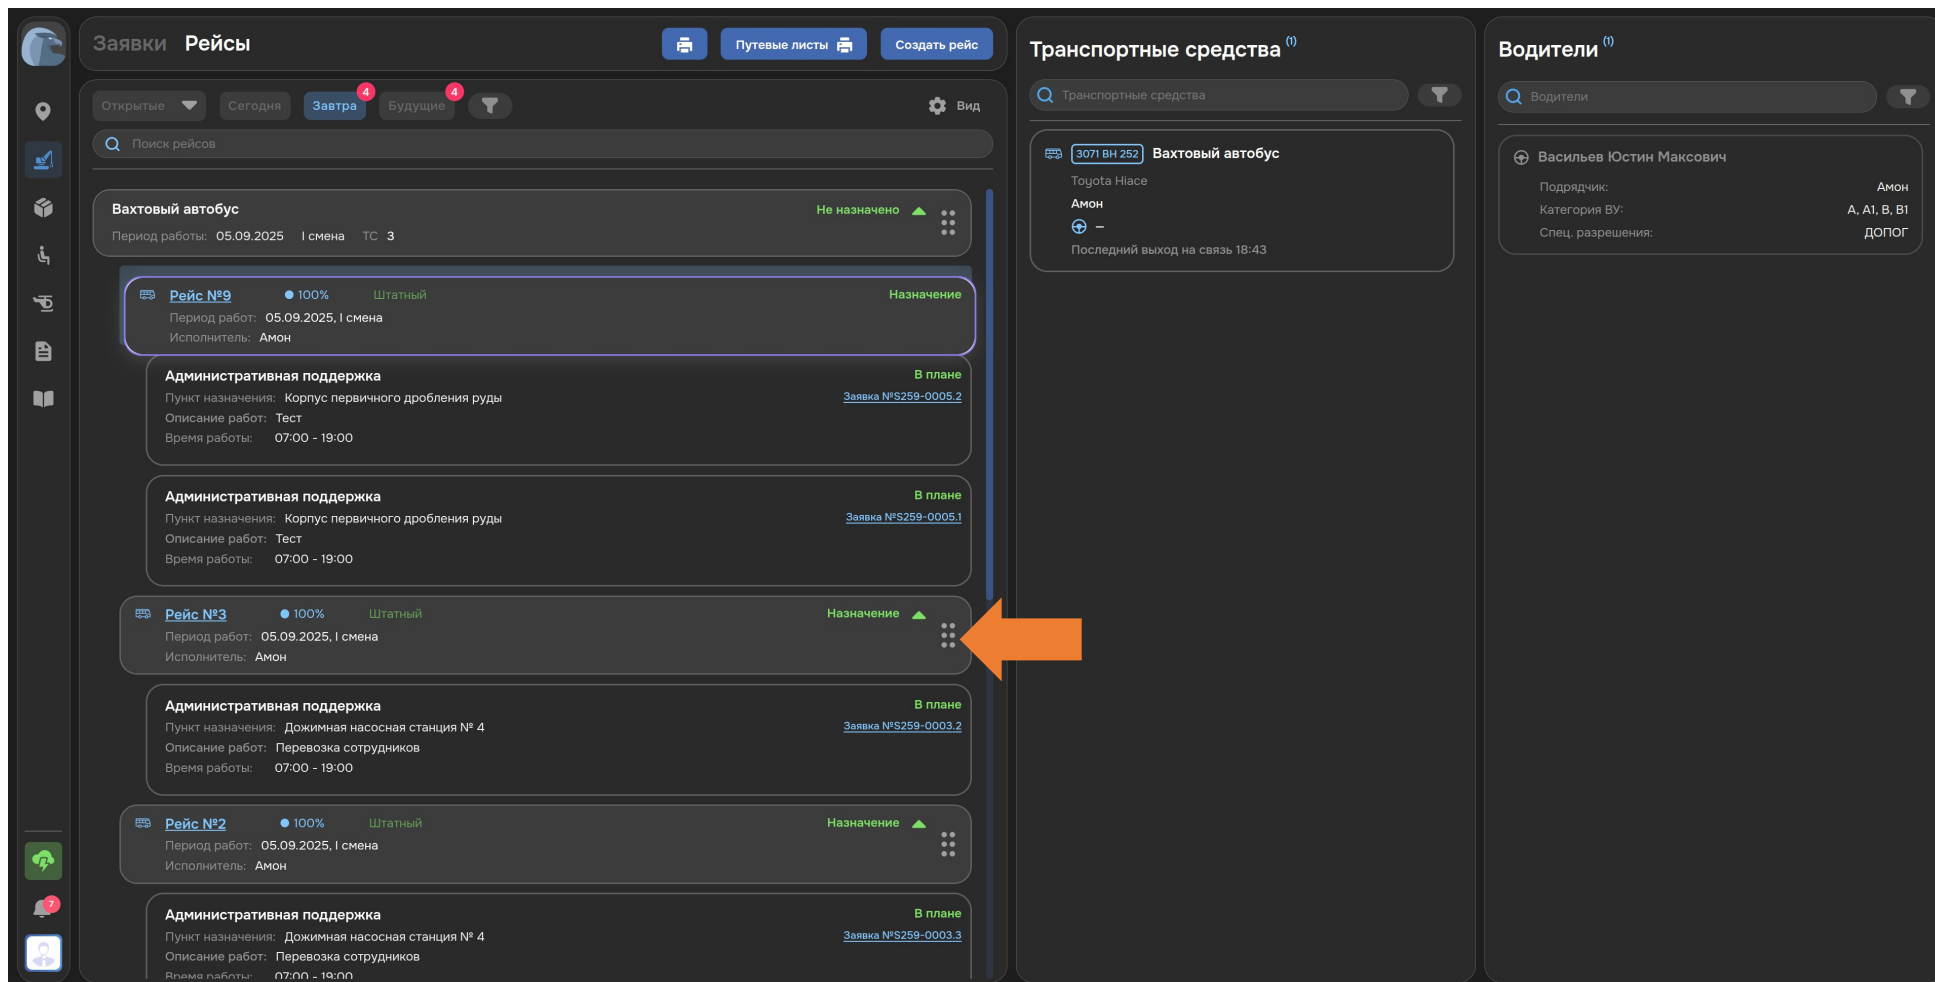

Рисунок 47. Назначение водителя и ТС с помощью drag-n-drop
3. Нажмите и зажмите левую кнопку мыши на Рейсе, для которого назначается ТС или водитель, и переместите его на нужное ТС в части «Транспортные средства» или на нужного водителя в части «Водители» (см. Рисунок 47). Перемещать можно Рейсы и типы ТС, причем если переместить тип ТС, то ТС или водитель будут назначены всем Рейсам по данному типу ТС. Зажав кнопку CTRL на клавиатуре, можно выделить несколько Рейсов и переместить их для назначения ТС или водителя.